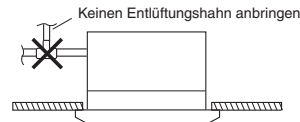

Abb. 3-7
- Keinen Entlüftungshahn anbringen, da dies zu einem Herausspritzen von Wasser aus der Ablaufleitungsöffnung führen kann. (Abb. 3-7)